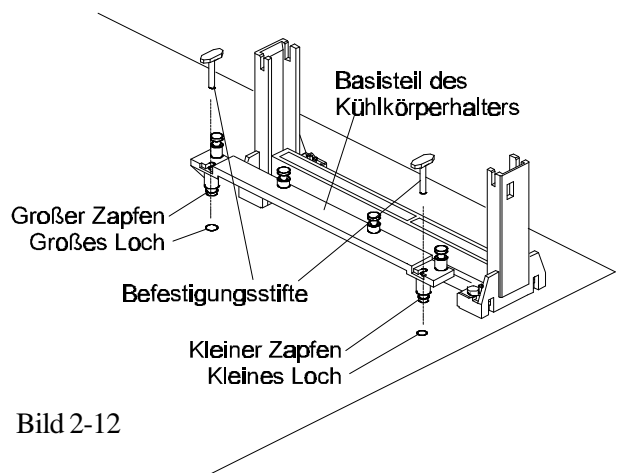

Bild 2-12
1. Zuerst müssen die beiden Befestigungslöcher für den Kühlkörperhalter auf dem HOT-641/P Mainboard gefunden werden. Man beachte, daß ein Loch größer ist als das andere. (siehe Bild 2-12)
2. An dem Basisteil des Kühlkörperhalters befinden sich zwei Kunststoff-Zapfen. Das Basisteil muß so auf dem Mainboard aufgesetzt werden, daß der große Zapfen durch das große Befestigungsloch geführt wird, und der kleine Zapfen durch das kleine Loch. (siehe Bild 2-12)
3. Das Basisteil wird auf dem Mainboard fixiert, indem die Befestigungs-Stifte von oben in die Kunststoff-Zapfen des Basisteils gepreßt werden. (siehe Bild 2-12).